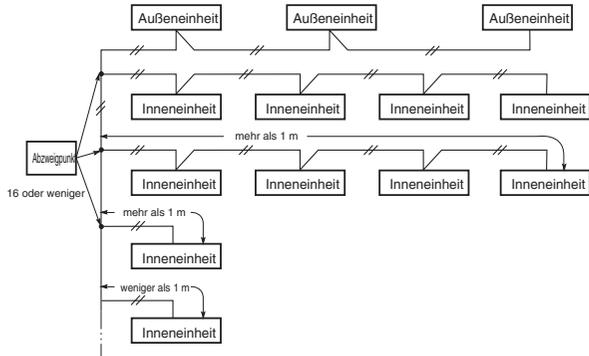

Abb. 4-3
(4) Wenn ein Einheiten-Steuerverbindungskabel angeschlossen werden soll, darf die Anzahl der Abzweigungspunkte höher als 16 liegen. (Abzweigungen mit weniger als einem Meter sind in der Gesamtzahl der Abzweigungspunkte nicht eingeschlossen.) (Abb. 4-3)